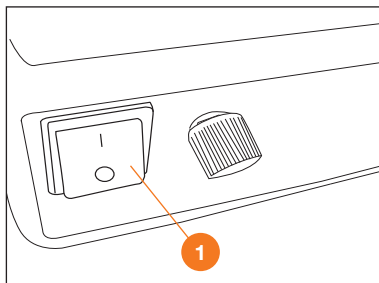

Рис. 14
Заполните бак раствором, переведите клавишный выключатель ❶ в положение «I», после чего насос опрыскивателя заработает и начнет создавать давление. Создав номинальное давление, насос автоматически отключится (Рис. 14).
Чтобы закончить процесс опрыскивания, отпустите рукоятку управления и переведите клавишный выключатель **1** в положение «O» (Рис. 14).